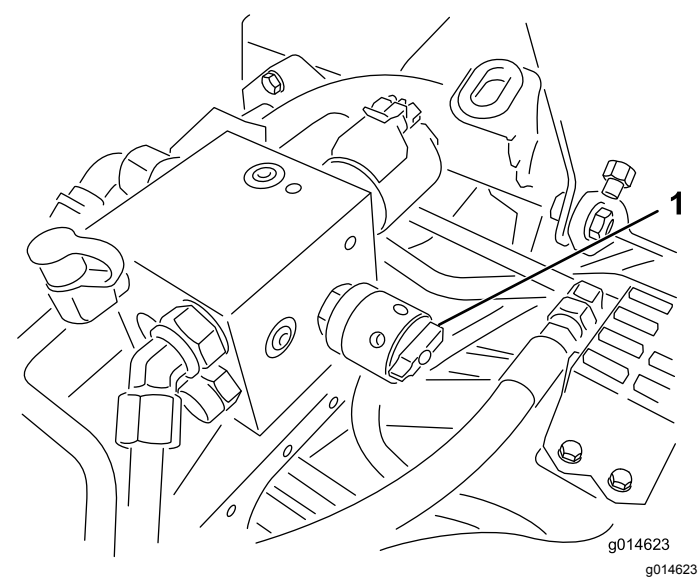

Figura 51
4. Ajuste la velocidad de los molinetes girando el pomo (**Figura 51**) hasta que las flechas estén alineadas con el número determinado en el paso 3.